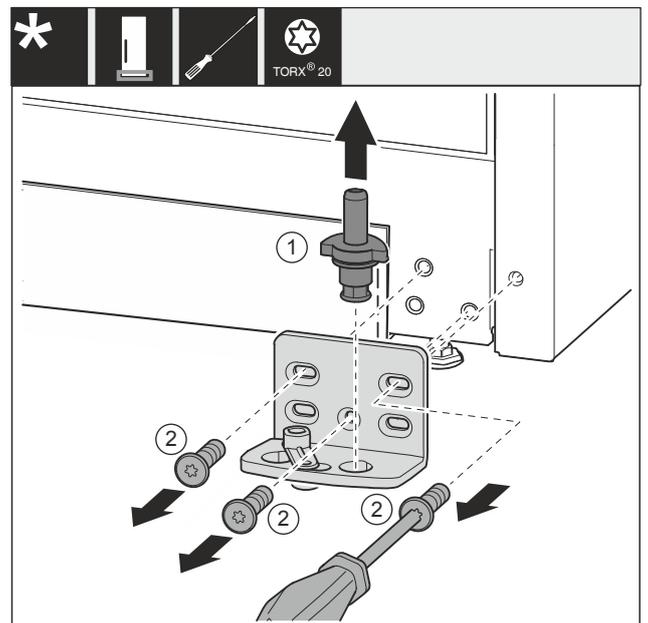

Fig. 33 *
- ▶ Estrarre completamente verso l'alto i perni di supporto Fig. 33 (1).*
- ▶ Svitare le viti Fig. 33 (2) con un cacciavite e rimuovere il blocco di supporto.*